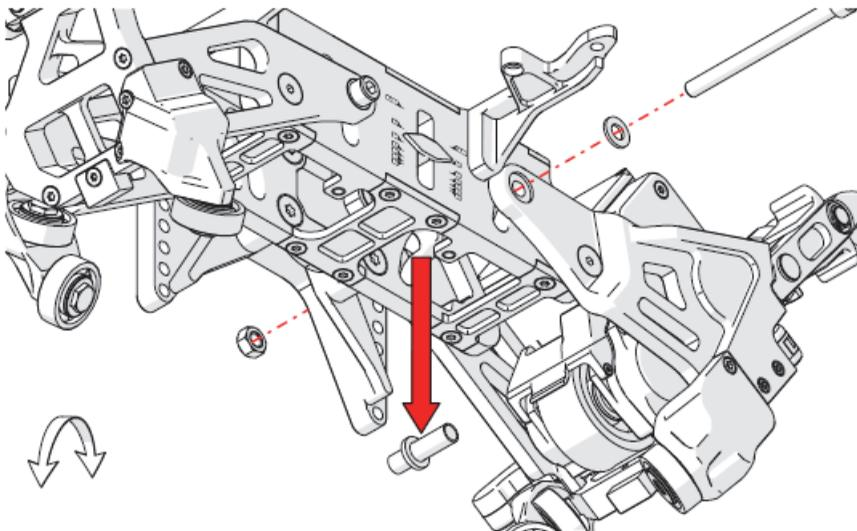

图2-6 拆下枢轴夹钳的螺栓
5. 使用6毫米六角螺丝刀，拆下枢轴夹钳的螺栓（参见第87页的图2-6）。
2. 使用6毫米六角螺丝刀拆下枢轴夹钳螺栓, 并将螺栓、螺母、垫圈和内套筒放在一边 (参见第87页的图2-6)。